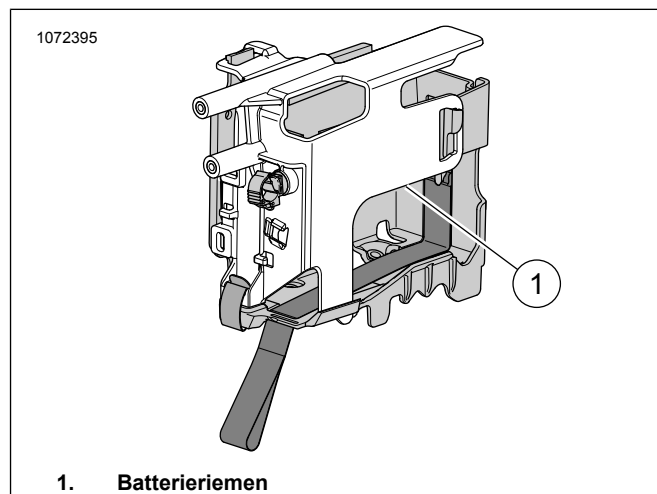

Abbildung 19. Lage des Batterieriemens
6. Siehe Abbildung 19. Den Batterieriemens (1) abnehmen. Siehe Werkstatthandbuch.
13. Siehe Abbildung 19. Den Batterieriemen anbringen.